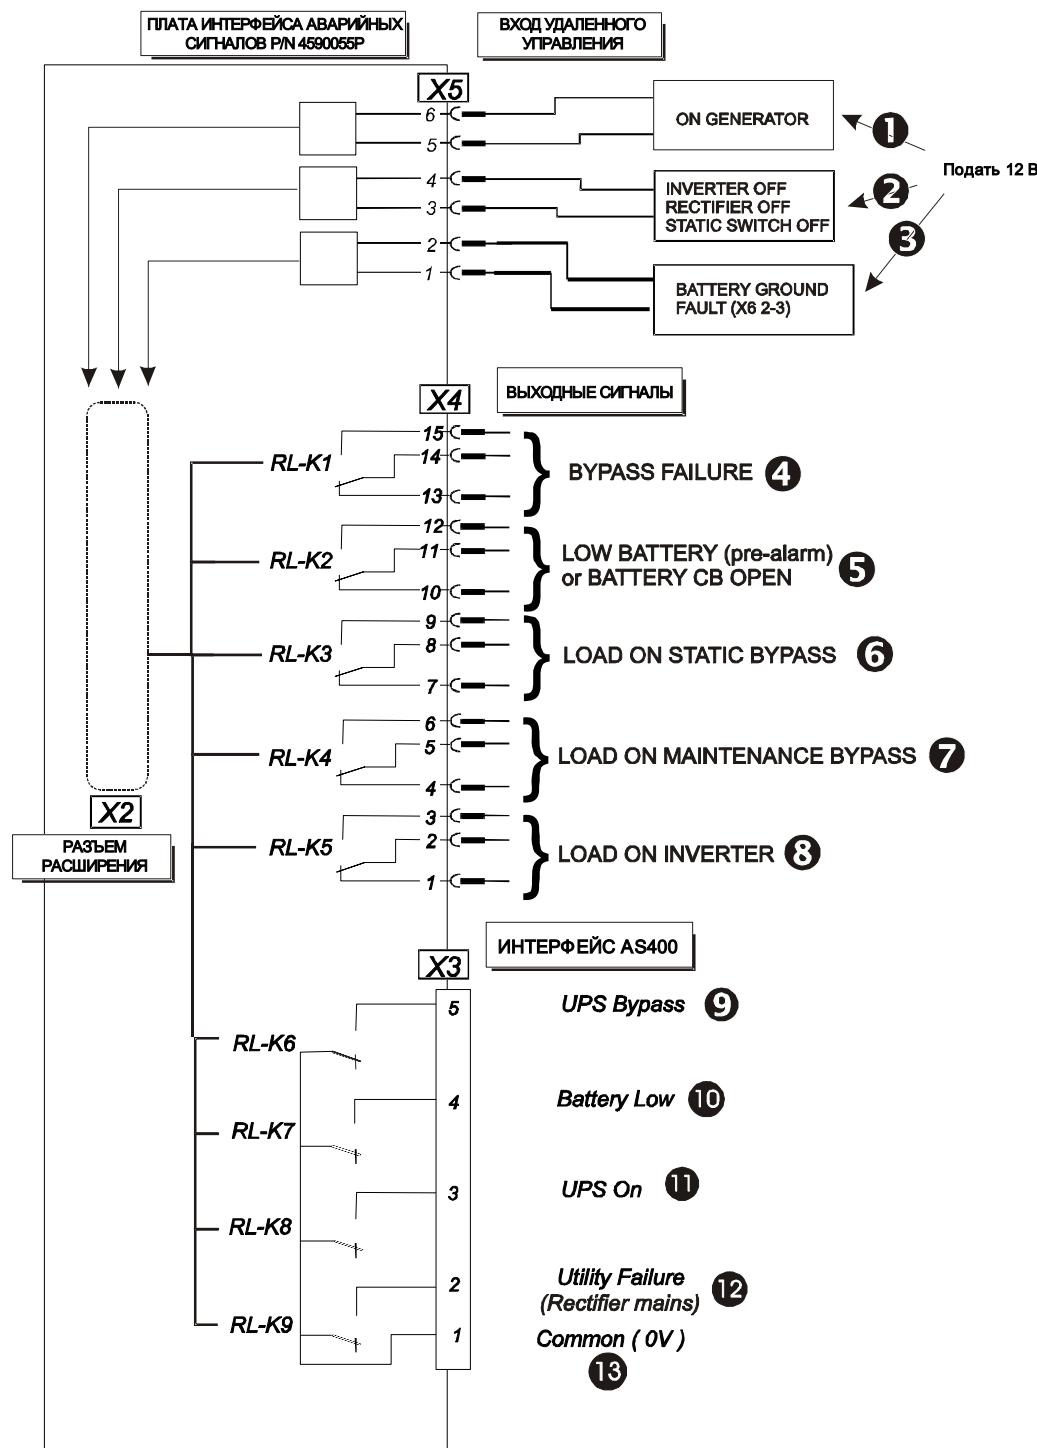

Рисунок 12.2 – Плата интерфейса аварийных сигналов AS400 (P/N 4590055P)
- 1) Удаленное управление осуществляется путем подачи сигналов управления (12 В пост. или переменного тока) к клеммному разъему X5, как показано на Рис. 12-2.